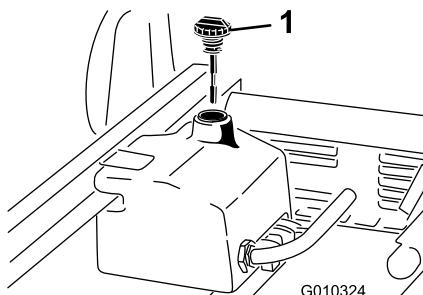

Рисунок 21
- Очистите зону вокруг заливной горловины и крышки гидравлического бака (Рисунок 21). Снимите крышку с заливной горловины.
- Извлеките измерительный щуп (Рисунок 21) из заливной горловины и протрите его чистой ветошью. Вставьте измерительный щуп в заливную горловину; затем извлеките его и проверьте уровень жидкости. Уровень жидкости должен находиться между двумя метками на измерительном щупе.